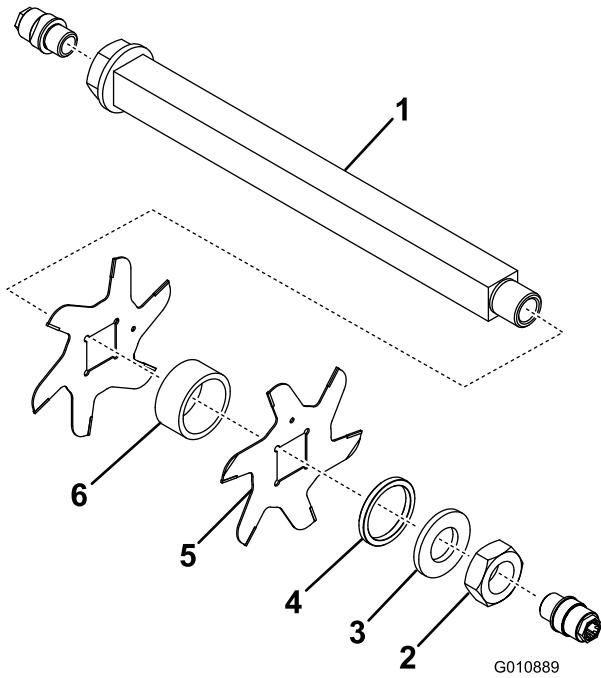

Figura 11
- Retire a cunha pequena, a anilha, as lâminas e as cunhas grandes. Limpe e lubrifique o eixo quadrado com uma leve camada de massa para facilitar a montagem (Figura 11).